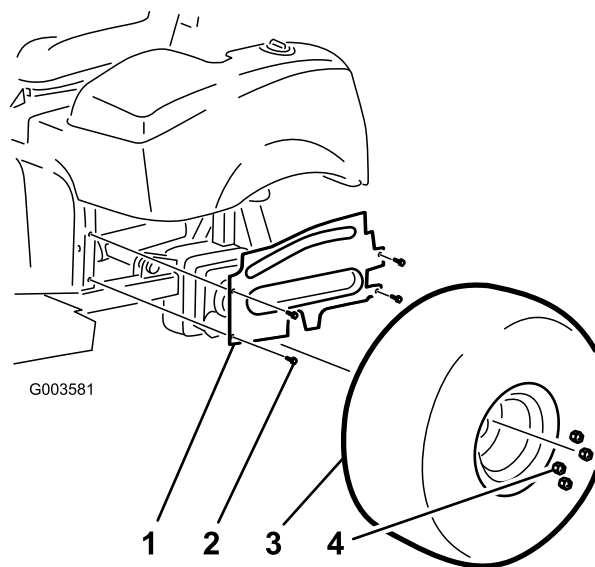

Figura 4
4. Retire los 4 tornillos con arandela prensada que sujetan la cubierta de la rueda izquierda al bastidor (Figura 4). Retire y guarde la cubierta.